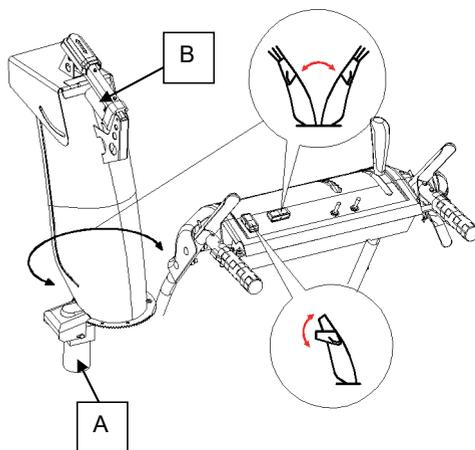

Рисунок 9
1. Переведите регулятор направления жёлоба в верхнее положение и удерживайте его, чтобы повернуть желоб влево (см. А, Рисунок 9)
1. Переведите регулятор дефлектора жёлоба в верхнее положение и удерживайте его, чтобы обеспечить выброс снега на максимально дальнее расстояние (см. В, Рисунок 9)